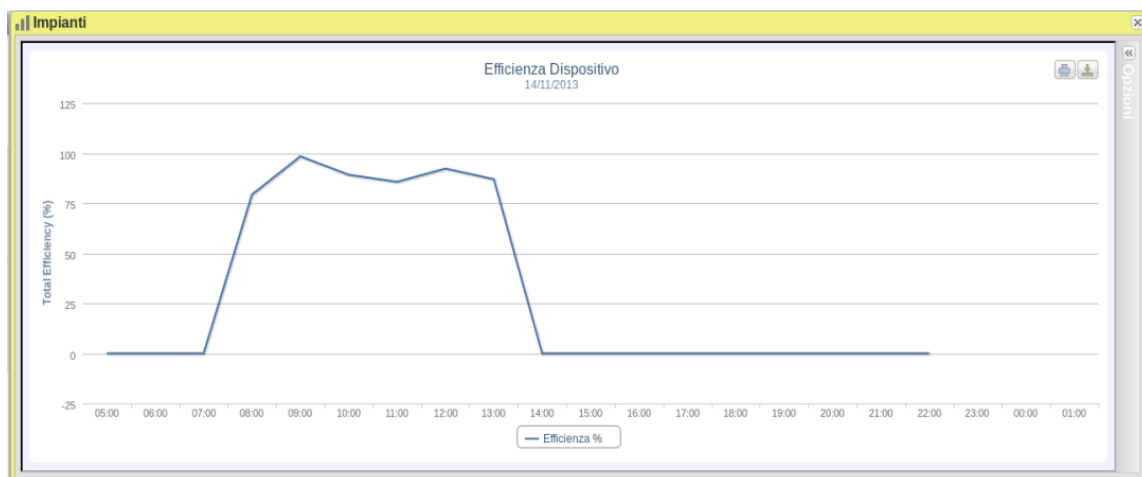

Figure 31: Finestra Impianto, Grafico Efficienza “Totale”.
- “CC Corrente (A)” : il grafico mostra l’andamento della corrente in A nell’intervallo temporale scelto.
- “CC Tensione (V)” : il grafico mostra l’andamento della tensione in V nell’intervallo temporale scelto.
- “CC Potenza+Corrente+Tensione+Radiazione Solare” : il grafico mostra contemporaneamente le quattro grandezze, nell’intervallo temporale scelto. Il tipo di grafico per questa selezione sarà quello mostrato in Fig. 31.